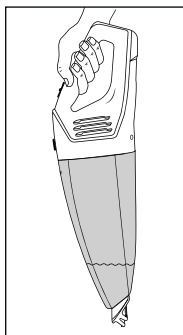

Abb. 3
- ▶ Wenn Sie Flüssigkeiten aufgesaugt haben, tragen Sie das Gerät immer mit der Nasssaugdüse ① nach unten weisend (siehe Abb. 3):